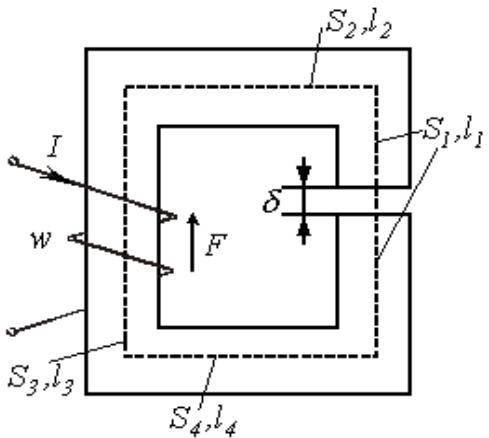

Рис.1
1. Намечается средняя линия (см. пунктирную линию на рис.1), которая затем делится на участки с одинаковым сечением магнитопровода.